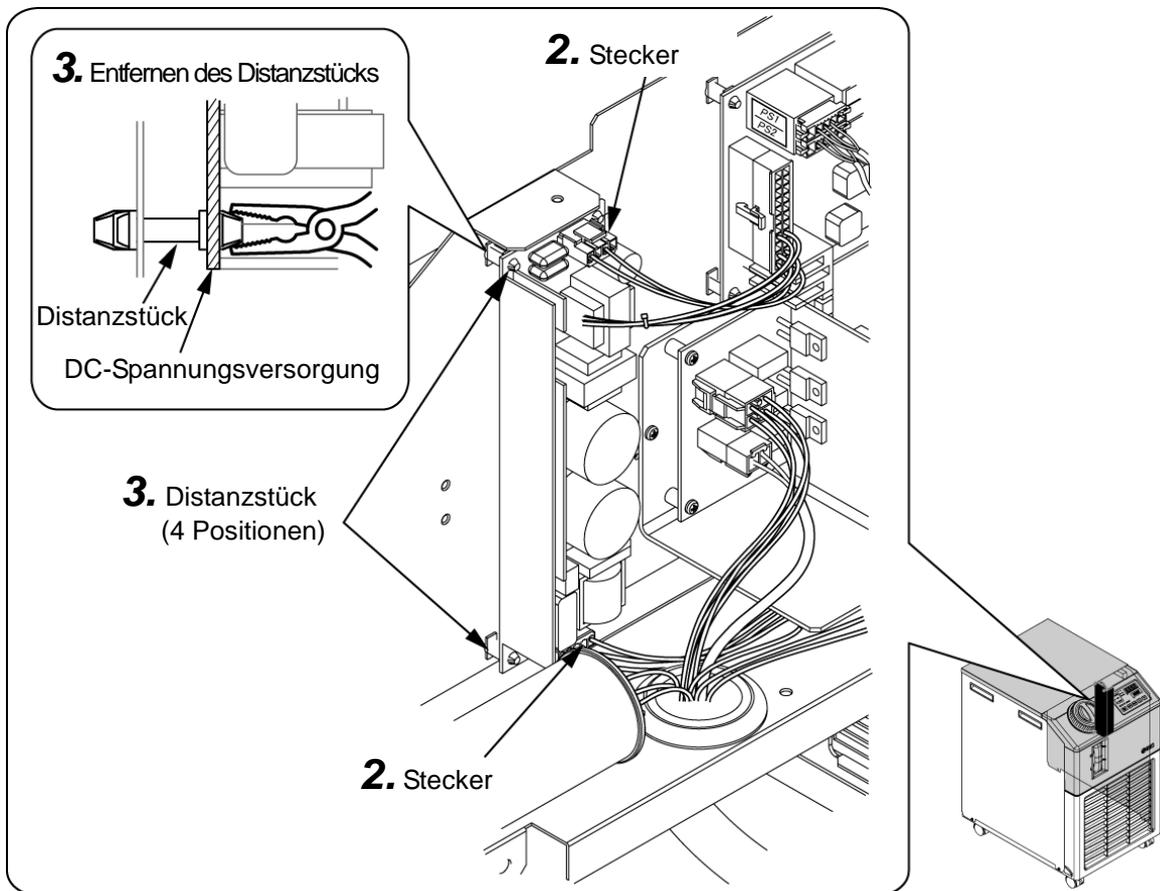

Abb. 4-40 Ausbau der DC-Spannungsversorgung
- 4.** Halten Sie das Distanzstück (6 Positionen) fest, um die Hauptplatine und die Kommunikations-Platine zu entfernen. (Siehe Abb. 4-40.)